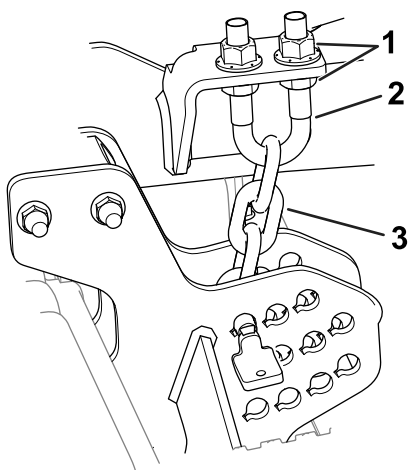

Figura 10
6. Desaperte as porcas de bloqueio na zona superior ou inferior da cavilha em U da correia da altura de corte (Figura 10).